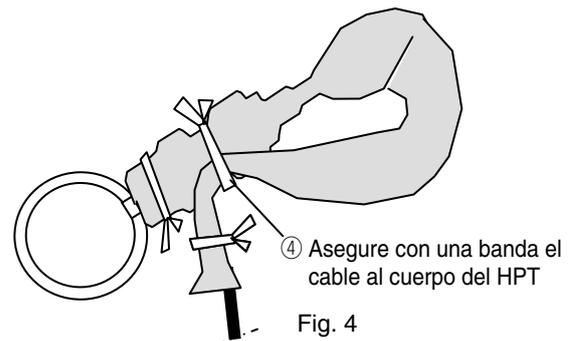

Fig. 4
- ④ Doble el cable HPT y asegure con una banda el cable al cuerpo del HPT. (Fig. 4)